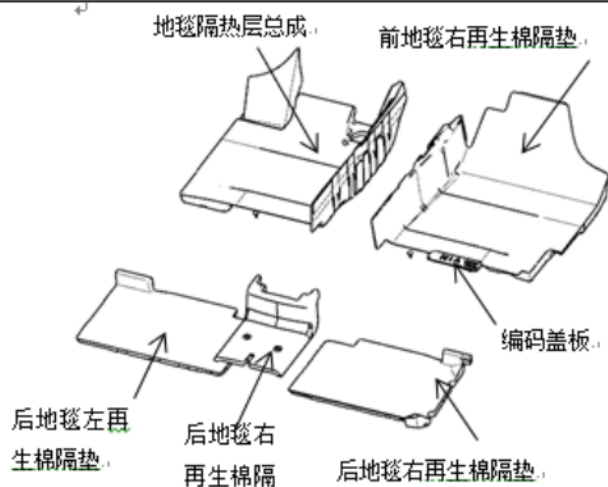

图 1-13-3 地毯隔热垫等示意图
- b. 取出地毯隔热层、前/后地毯隔垫等，具体结构如图 1-13-3 所示，至此地毯及地毯隔垫拆卸完毕。